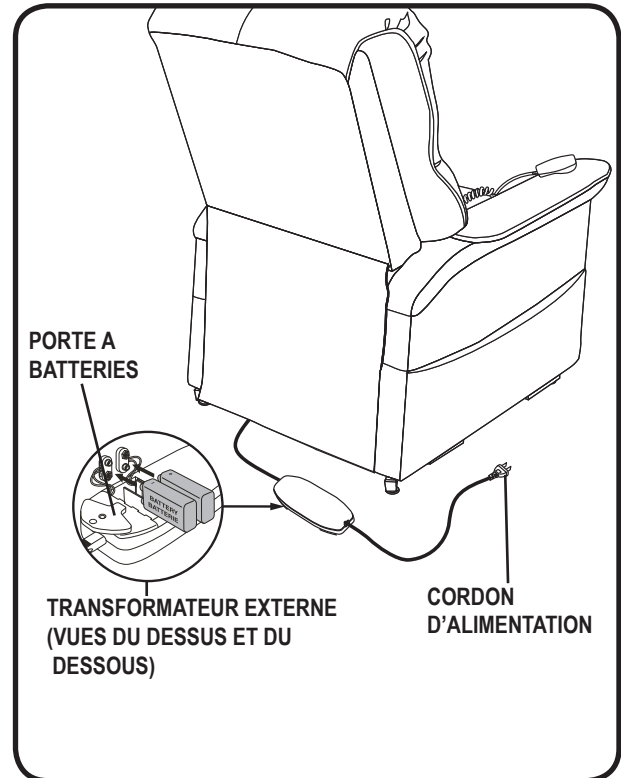

Figure 4.3 Emplacement des batteries sur fauteuil standard
3. Installez deux batteries 9V dans le transformateur externe (fig. 4.3).